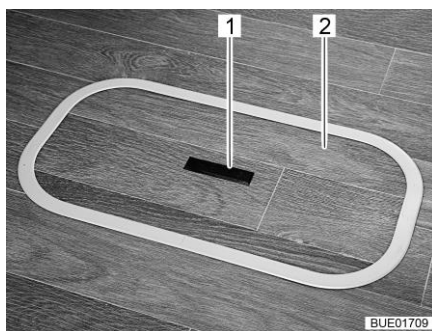
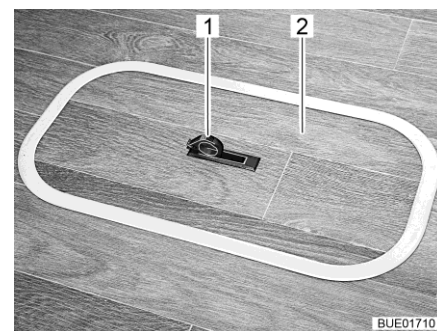

Bild 64 Abdeckung Bodenfach (Griff versenkt)
Bild 65 Abdeckung Bodenfach (Griff herausgeschwenkt)
- Auf einer Seite die Griffplatte (Bild 64,1) nach unten drücken. Der Griff (Bild 65,1) schwenkt nach oben.
- Die Abdeckung (Bild 64,2 bzw. Bild 65,2) nach oben abnehmen.